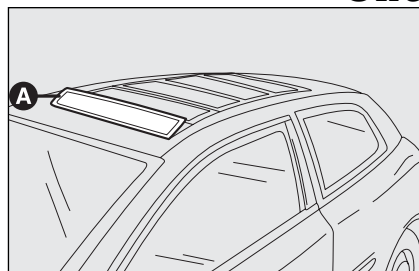

fig. 78
- ☐ primera posición del mando: movimiento de la primera lámina hasta alcanzar la posición **A**-fig. 78; la persiana se desliza hasta el borde de la segunda lámina;